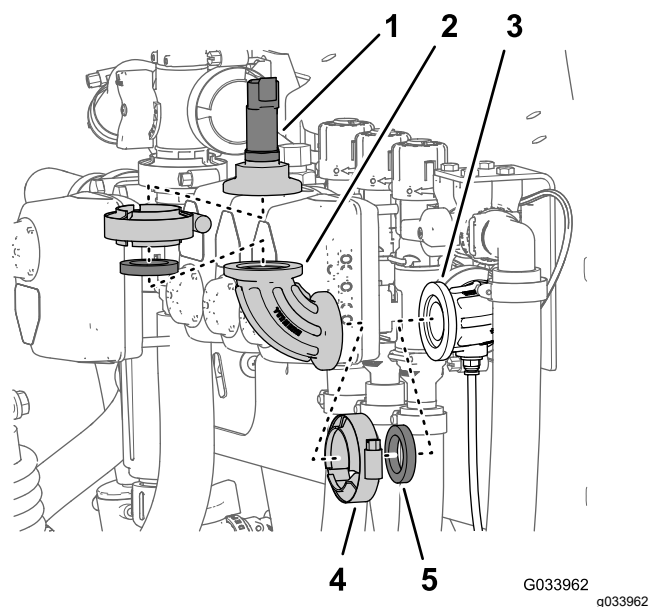

Figura 10
- Îndepărtați clemă cu flană care fixează traductorul de presiune de fittingul de 90° i îndepărtați traductorul, garnitura i clemă cu flană (Figura 10).
- Îndepărtați clemă cu flană care fixează fittingul de 90° de fittingul de 90° cu un conector pentru tubul cu senzor i îndepărtați fittingul de 90°, garnitura i clemă cu flană (Figura 10)